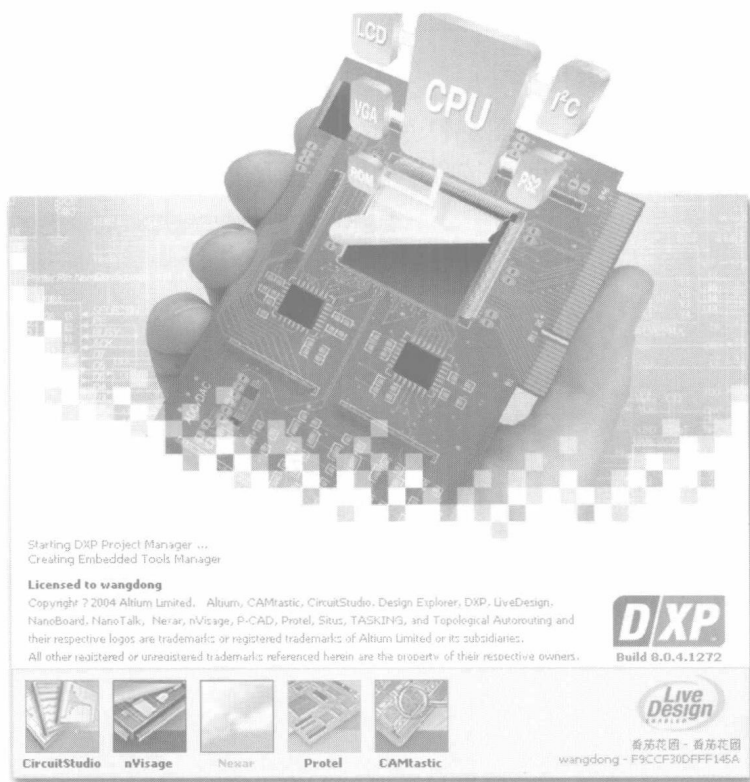

图 1-16 Protel DXP 启动界面
(1) 安装好 Protel 以后,可以通过“开始”|“所有程序”|Altium|Protel DXP 命令启动,也可以双击桌面上的快捷方式来启动,Protel DXP 启动后会打开如图 1-16 所示的启动界面。